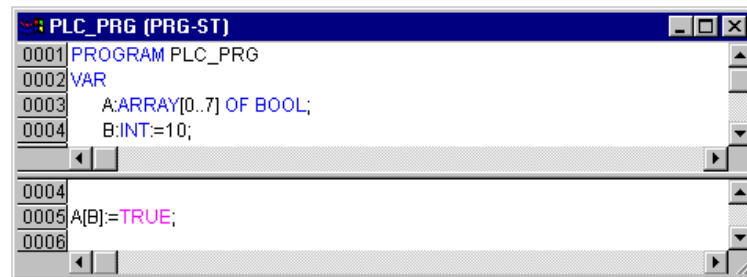

图 3-2-2
- 若工程中没有上面所述的 CheckBounds 程序，在图 3-2-2 的例子中，A[B]应该为 A[10]，从而超出了数组 A 的最大上界值 7，程序编译时出错。
- 但因为工程中定义了上面的 CheckBounds 函数，所以执行图 3-2-2 的程序时，A[B]会被当作 A[7]来使用，将布尔量 TRUE 赋值给 A[7]，编译时不出错。